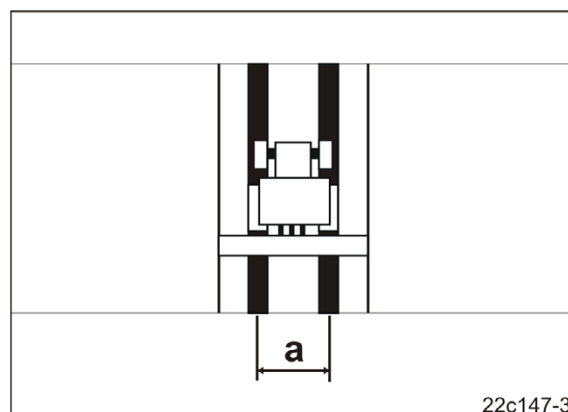

Рис. 83
- требуемая ширина колеи (Рис. 83/а) для пропашного трактора;